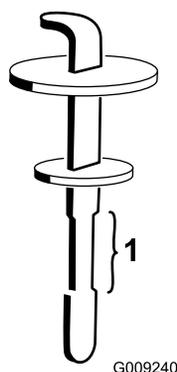

図 128
5. 補給口の首からディップスティックを抜き、ウェスできれいに拭う。もう一度首に差し込んで引き抜き、オイルの量を点検する 図 128。